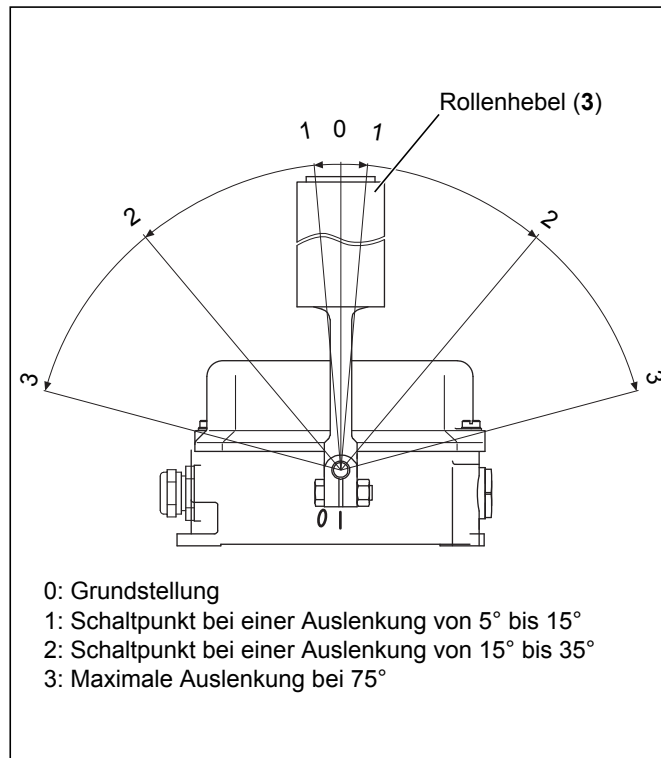
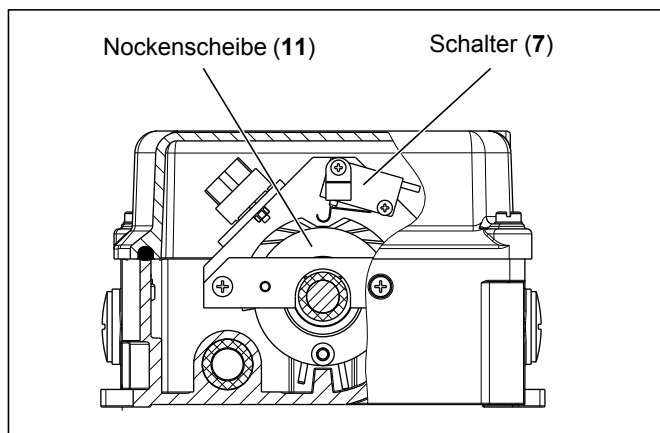

Abb. 3-1: Schaltepunkte (einstellbar)
Abb. 3-2: Band-Schieflaufschalter – Darstellung ohne Rollenhebel
Der Rollenhebel (3) kann in beide Richtungen ausgelekt werden (s. Abb. 3-1). Durch das Auslenken des Rollenhebels (3) werden die Nockenscheiben (11) gedreht (s. Abb. 3-2). Die Nockenscheiben (11) betätigen die Schalter (7). Die Nockenscheiben (11) sind einstellbar und ermöglichen so eine Anpassung der Schaltepunkte an die örtlichen Gegebenheiten.